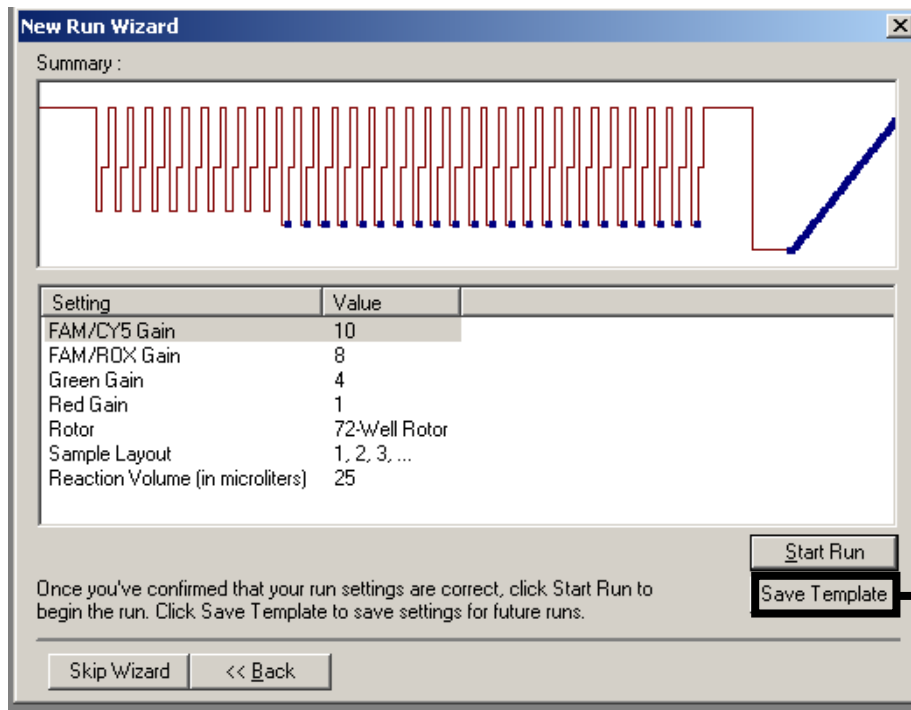

Figura 19. Salvataggio dello stampo per eventuali usi successivi.
Riepilogo e salvataggio dello stampo	_Figura 18, Figura 19_
12. Salvataggio dello stampo per eventuali usi successivi (Figura 19).